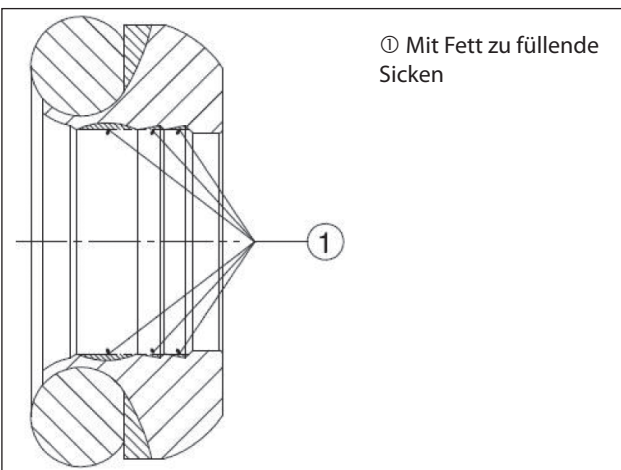

Abb. 40/a
- ⚠ Die HD-Dichtung muss mit vorgespanntem O-Ring in Arbeitsrichtung des Kolbens in die Buchse eingesetzt werden, siehe Abb. 38 und Abb. 40.